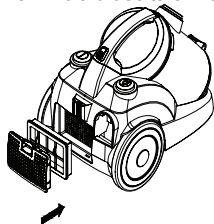

*Figura 12
2. Aprire il coperchio del filtro d'uscita tirando il bordo del coperchio stesso. Estrarre il filtro d'uscita dall'apparecchio; vedere figura 12.